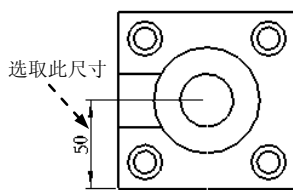
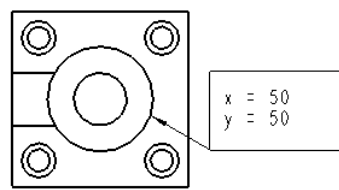

图 5.2.81 选取尺寸（二）
图 5.2.82 尺寸显示
Step6. 在系统  为 ydim 选取尺寸。的提示下，选取图 5.2.81 所示的纵向尺寸，此时在视图中显示“坐标尺寸”，如图 5.2.82 所示。